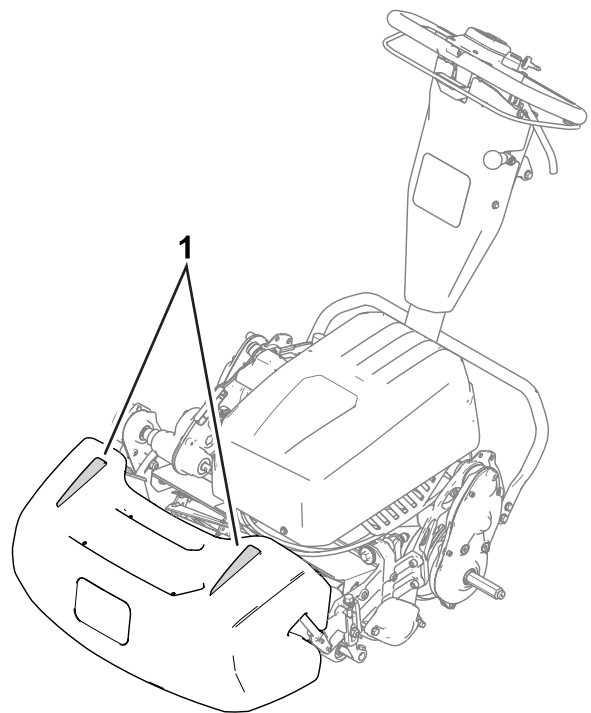

Figure 25
- Pour vous aider à travailler en ligne droite sur le green et à maintenir la machine à égale distance du bord de la passe précédente, servez-vous des bandes d'alignement sur le dessus du bac à herbe (Figure 25).